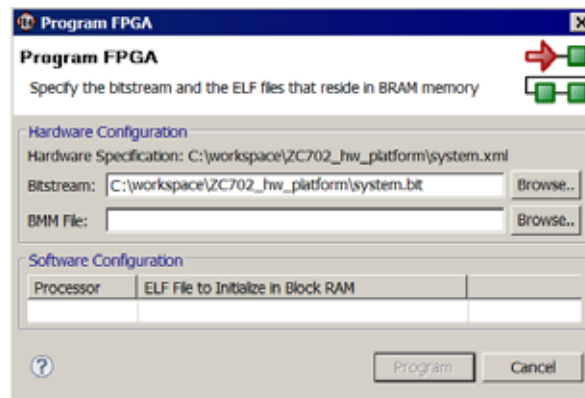

図 3-11 : [Program FPGA] ダイアログ ボックス
6. PL ファブリックのビットストリームがすでにあるため、これをダウンロードします。まず、[Xilinx Tools] [Program FPGA] をクリックします。図 3-11 に示す [Program FPGA] ダイアログボックスが開きます。PlanAhead からエクスポートされたビットストリームが表示されます。